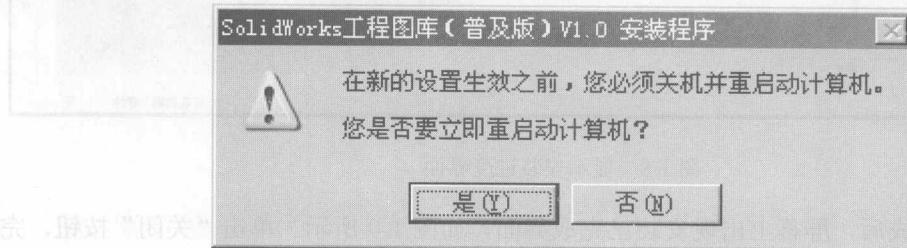

图 1-11 重启计算机提示界面
(10) 最后，安装程序提示您需重新启动计算机，如图 1-11 所示。要使“SolidWorks 工程图库（普及版）V1.0”正常运行，则必须要重新启动计算机。